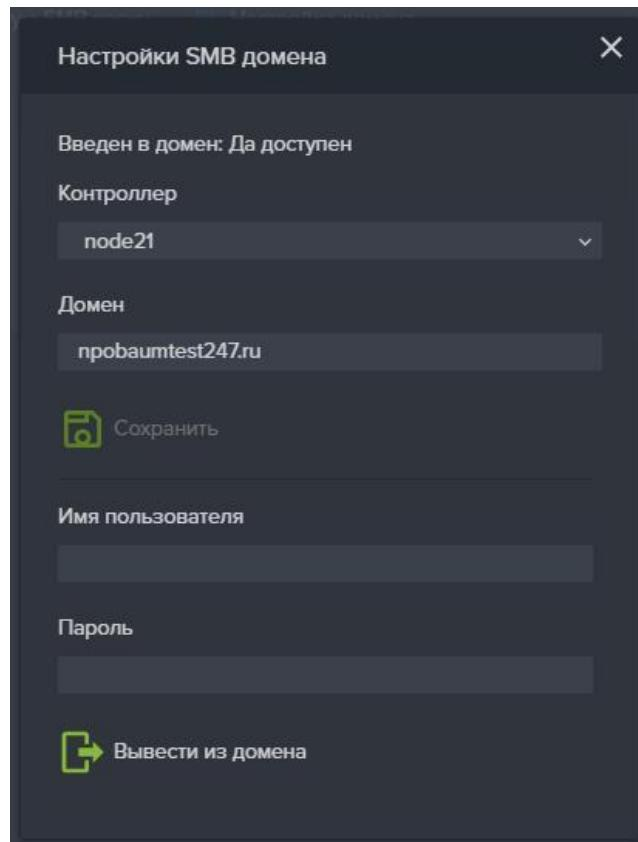

Рисунок 62 – Окно настройки SMB домена
3. Нажмите на кнопку «Настройки домена», откроется соответствующее окно (см. Рисунок 62).
13. Нажмите кнопку «Настройка домена» (см. Рисунок 62).